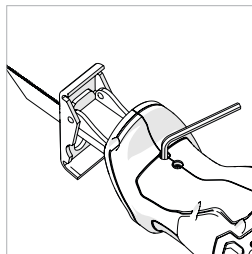

Fig. 4
1) Allentare le 2 viti filettate al di sotto della maniglia anteriore. **(Fig.4)**